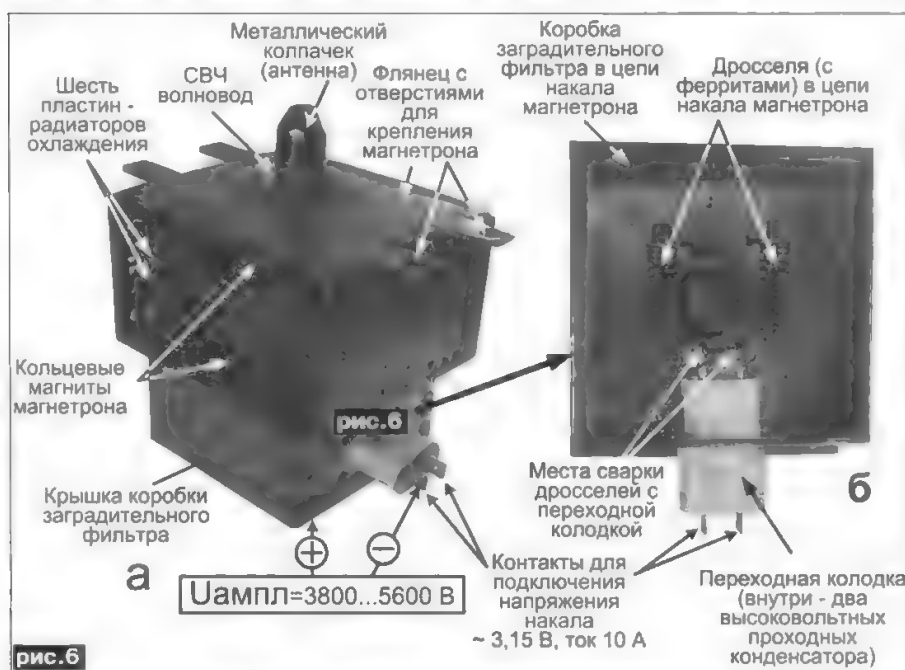
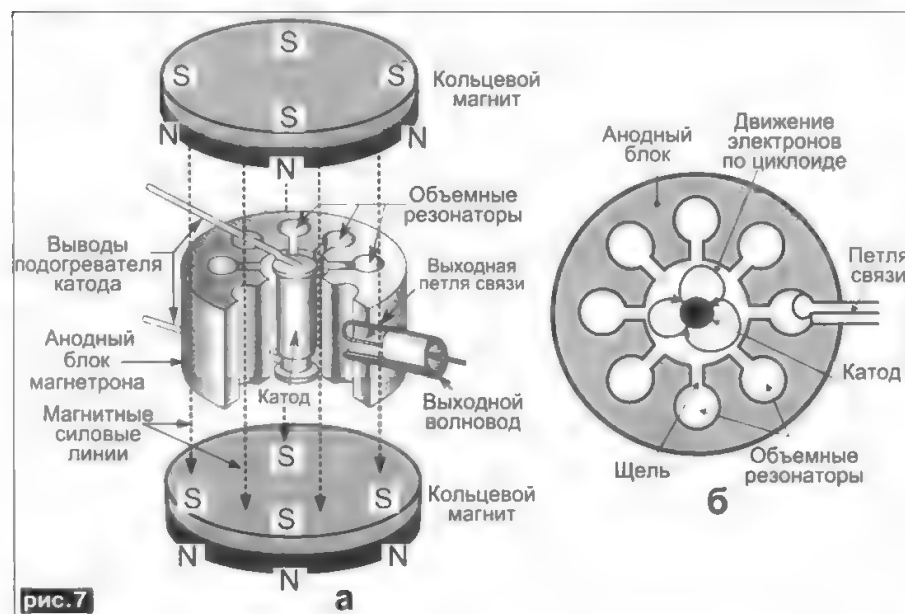
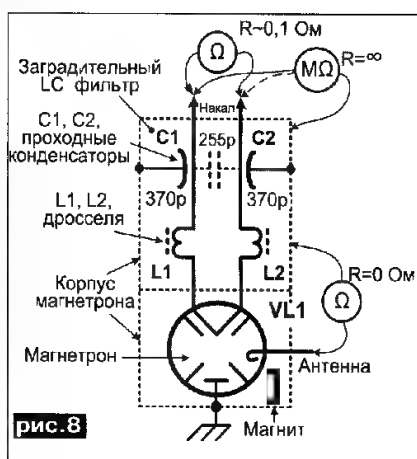

рис.6
рис.7
рис. 8
Магнетрон – главный элемент (генератор) микроволновых печей. Он генерирует частоту 2450 МГц, мощностью 550...850 Вт без каких-либо дополнительных усилителей. Внешний вид типичного магнетрона Samsung OM75P(31) и назначение его основных элементов показан на рис. 6. А внутреннее устройство магнетрона показано на рис. 7.
Он представляет собой высоковольтный электровакуумный диод. В его медном цилиндрическом аноде, находящемся в 8-м объемных резонаторов (рис. 7 а, б), представляющих собой колебательную систему магнетрона. От их размеров зависит генерируемая частота. Для бытовых печей она составляет 2450 МГц. В центре анодного блока находится катод, подогреваемый нитью накала, ток в которой, составляет 8...10 А при напряжении 3,15 В. Между анодом и катодом прикладывается импульсное напряжение, которое в амплитуде достигает 5600 В (рис. 6а), оно создает импульсное электрическое поле направленное от анода до катода.
Снаружи анодного блока находятся 2 кольцевых магнита, создающие однородное постоянное магнитное поле, силовые линии, которых, проходят вдоль катода (рис. 7а).
приложенным к аноду и катоду напряжением достигающим 5600 В и сила магнитного поля, создаваемая постоянными магнитами. От действия этих сил электроны движутся по искривленным (циклоидальным) траекториям. Пролетая вдоль щелей, электроны возбуждают в резонаторах магнетрона ЭМ колебания (рис. 7б).
Генерируемое магнетроном СВЧ излучение выводится на наружу при помощи петли связи, установленной в одном из резонаторов (рис. 7а, б).
Во время работы магнетрон выделяет большое количество тепла, и чтобы его анод не перегревался, вокруг него установлен радиатор в виде пластин (рис. 6а). Пластины охлаждаются (обдуваются) специальным вентилятором (рис. 4; 5).
На магнетроне, в специальной металлической коробке (рис. 6а), размещен заградительный LC фильтр (рис. 6б). Он находится в цепи питания накала магнетрона и не «пропускает» вредное СВЧ излучение за пределы магнетрона (рис. 8).